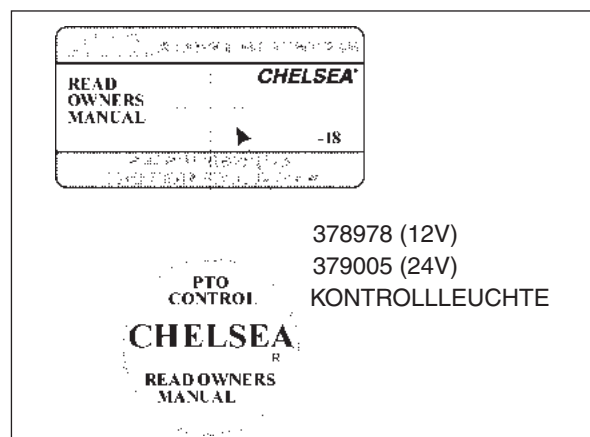

Abb. 25
5. Den Informationsaufkleber (68-P-18) und die Kontrollleuchte mit dem im 328751-1X Einbausatz enthaltenen Befestigungselementen anbringen (Abb. 25).